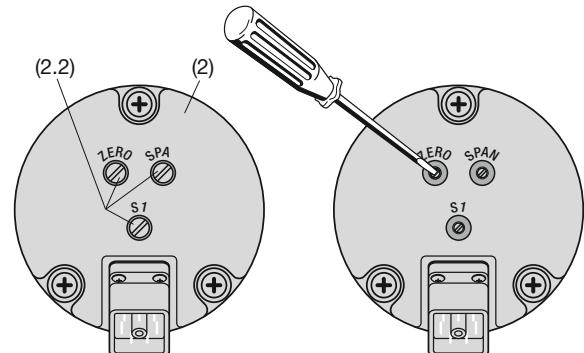
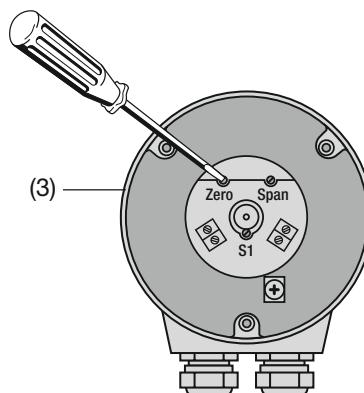

Fig. 9. Partie arrière (2) avec les éléments d'ajustage «ZERO», «SPAN» et «S1».
Fig. 10. Partie arrière (3) avec les éléments d'ajustage «ZERO», «SPAN» et «S1».
- ... avec **connecteur à fiche** enlever les joints à vis ZERO/SPAN (2.2), (Fig. 9, à gauche).
Ensuite tourner à l'aide d'un tournevis horloger ($\varnothing 2,3$ mm) le potentiomètre «ZERO» (Fig. 9, partie à droite ou Fig. 10) pour obtenir la valeur désirée précise du courant de sortie.
Les convertisseurs angulaires avec une étendue de mesure > 150 ° comportent pour l'inversion du sens de rotation un commutateur marqué (Fig. 9 et Fig. 10).
- ... avec **connecteur à fiche** enlever le joint à vis S1 (2.2), (Fig. 9, à gauche).